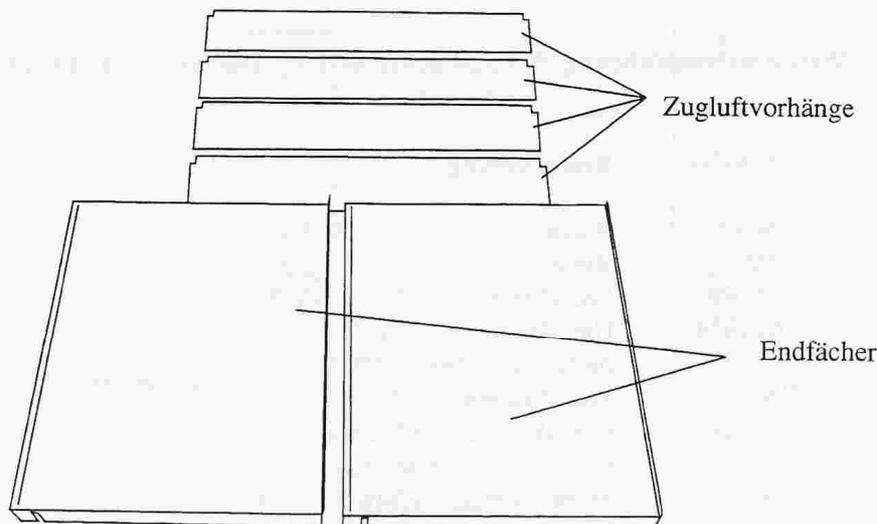

Abbildung 2-1
Auf dem Transportband ist ein Karton mit den beiden Endblechen (2) und den vier Zugluftvorhängen (4) befestigt (siehe Abbildung 2-1). Es ist zu prüfen, daß die richtige Anzahl von Teilen mitgeliefert wurde.